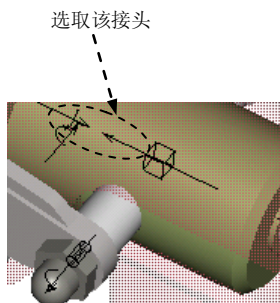

图 12.5.44 选取连接轴
(1) 输入伺服电动机名称。在该对话框的“名称”文本框中输入伺服电动机名称, 或采用默认名。
(2) 选择从动图元。在图 12.5.44 所示的模型上, 可采用“从列表中拾取”的方法选取图中所示的连接轴 Connection_1c.axis_1。